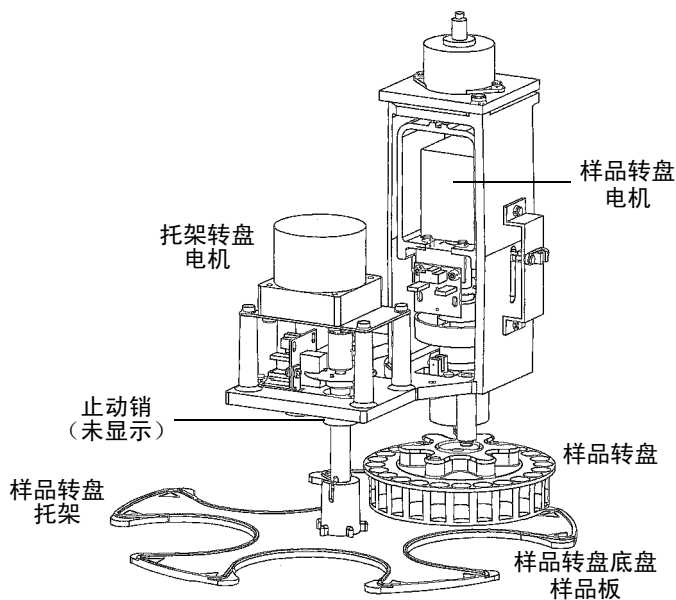

图 7-18 样品室组件
1. 将转盘托架中心的弹簧止动销按下大约 1/4 英寸以松开转盘托架（图 7-18）。
2. 将样品转盘托架滑向此设备的前部，然后将其取下（图 7-18）。
3. 取下样品转盘底盘样品板并使用非磨蚀清洁剂清洗（图 7-18）。